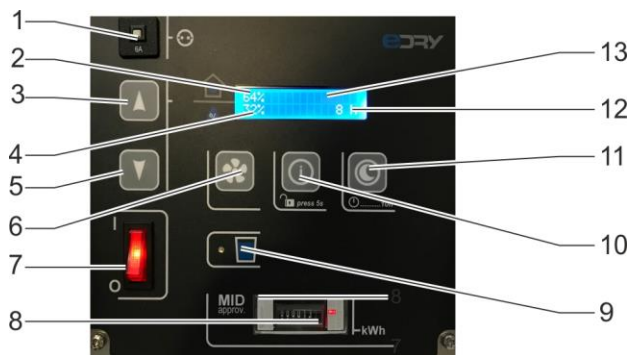

Abb. 7: Bedienfeld
3. Drücken Sie die Ein-/Ausschalttaste (Abb. 7, Pos. 7) auf dem Bedienfeld. Wenn der Luftentfeuchter korrekt angeschlossen ist und die vorhandene Feuchte höher als der eingestellte Feuchtwert ist, beginnt der Luftentfeuchter zu arbeiten. Die letzten Werte von Hygrostat, Sprache und Lüfterstufe werden gegebenenfalls übernommen.